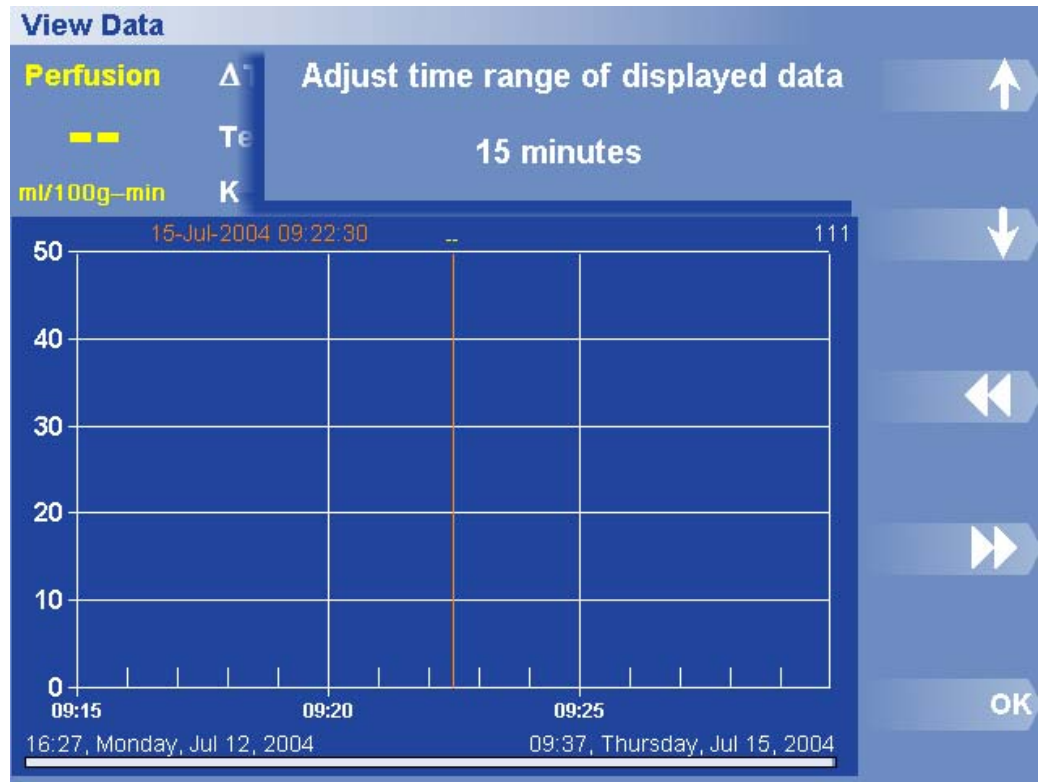

図 33 時間範囲の設定ダイアログ ボックスおよびメニュー
2. Set Time Range (時間範囲の設定) を押します。時間範囲ダイアログボックスが表示されます (図 33)。